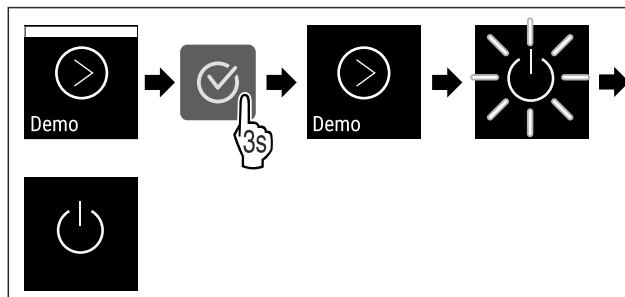

Fig. 100
- ▶ Vykonaťte kroky akcie (pozri Fig. 100) .